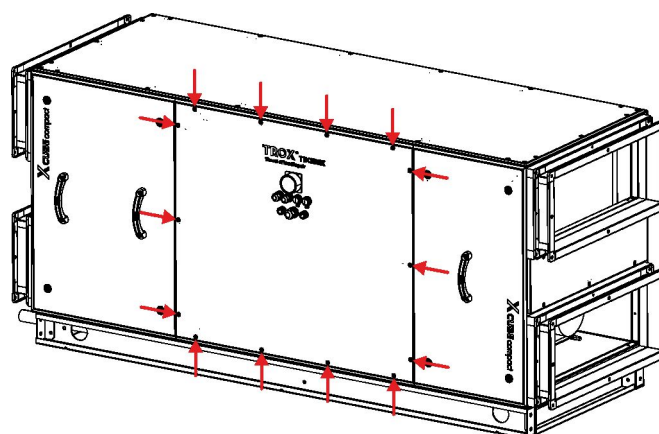

Рис. 54: Панель инспекционного доступа в середине
3. ▶ Ослабьте винты посередине (Рис. 54/стрелки) на инспекционной панели для осмотра.